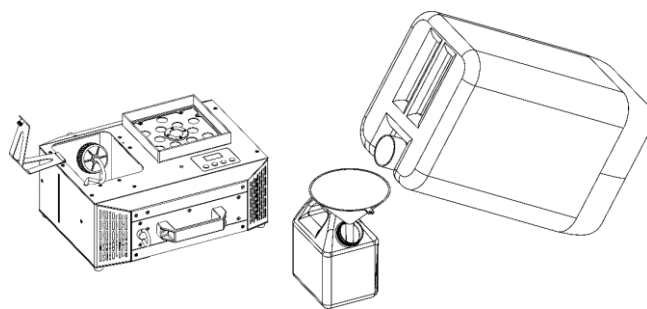

Fig. 33
- 07) Utilisez un entonnoir pour verser le liquide à fumée dans le réservoir, comme indiqué sur la Fig. 33.